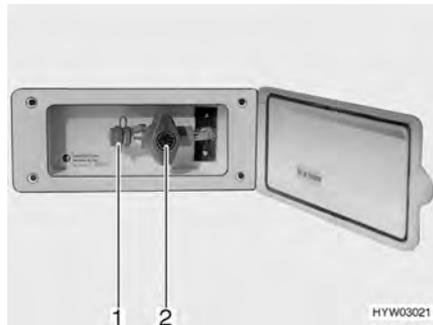

Fig. 97 Raccordement externe de gaz avec robinet d'arrêt de gaz fermé
Le raccordement externe de gaz (Fig. 97) se trouve, selon les modèles, à l'arrière ou sur le côté gauche ou droit du véhicule.
- Raccorder l'appareil à gaz externe sur le raccord (Fig. 97,1).
- Ouvrir le robinet d'arrêt de gaz (Fig. 97,2).